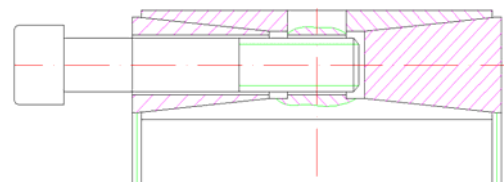

Bild 3
3. Der hintere Druckring wird in entsprechender Weise gemäß Bild 3 gelöst.